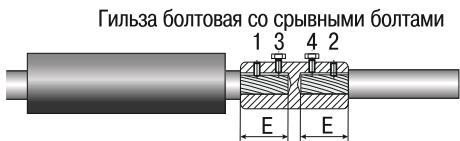

Рисунок 9
- 4.25.3 Установить на соединяемые жилы гильзу до упора в изоляцию и подтянуть от руки болты в порядке 1-2-3-4 (рисунок 9).